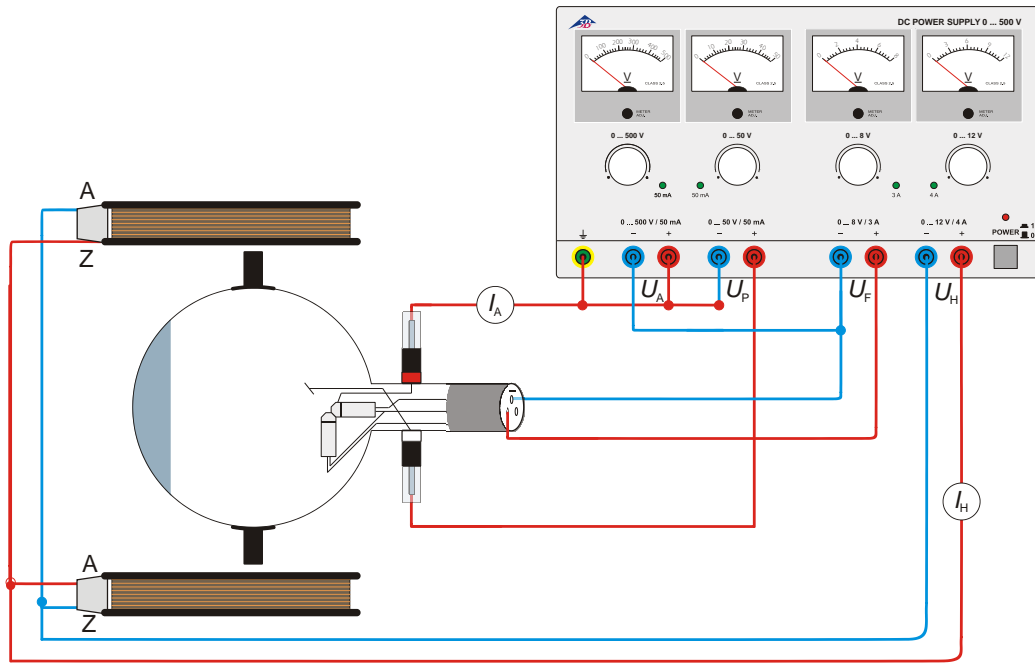

Fig. 4 Determinación de e/m por medio del cañón de electrones axial
- Realice el cableado del tubo de acuerdo con la Fig. 4.